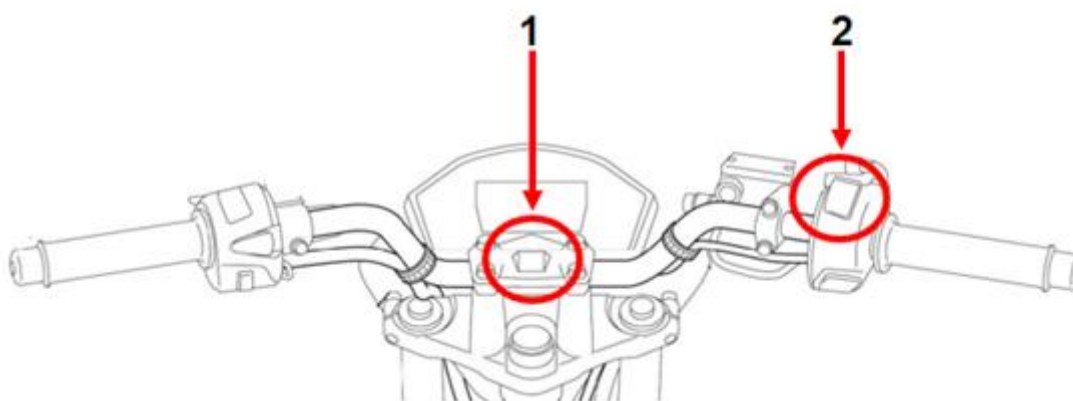

Figura 11 - Interruptores do guidão.
4. Após concluir a substituição, ligue a chave de ignição (Marcada como “1” na Figura 11). Se a sua moto estiver equipada com um interruptor de motor (Identificado como “2” na Figura 11), certifique-se de mantê-lo ligado.